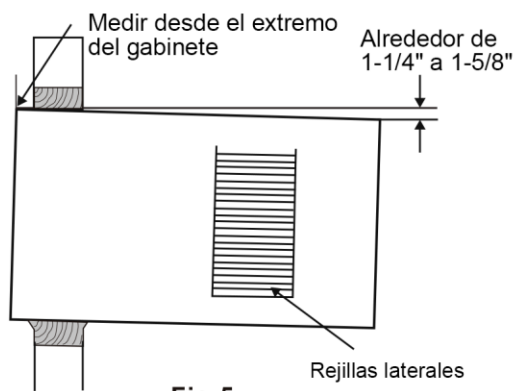

Fig. 5
3. Posicione el gabinete hasta obtener una inclinación adecuada para la eliminación del agua (ver Fig. 5 a continuación).